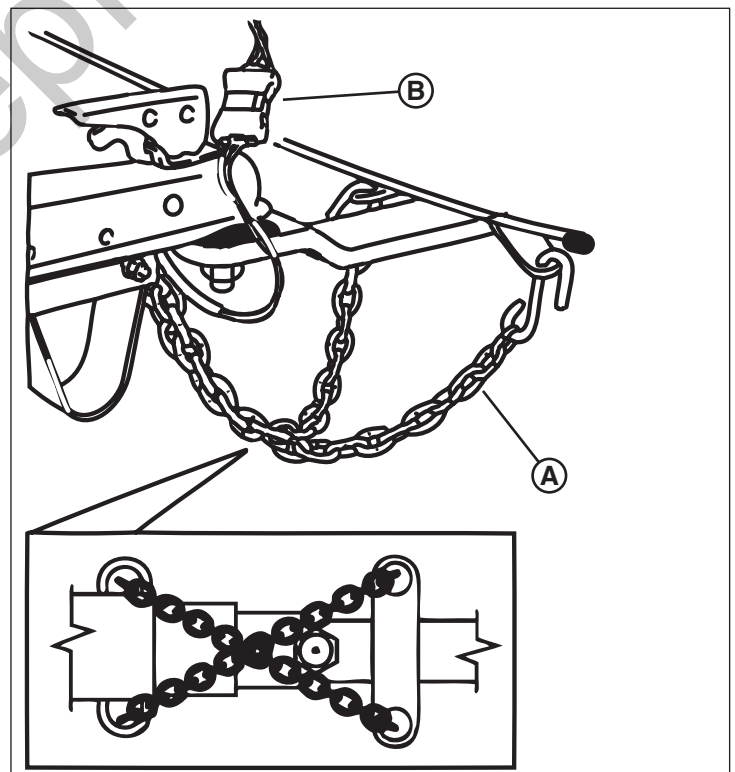

Figure 11
- Fixer les chaînes de sécurité (A, Figure 11) au cadre de l'attelage du véhicule de remorquage. Croiser les chaînes sous la flèche comme illustré sur la Figure 11. Laisser assez de mou dans les chaînes pour permettre les virages, mais pas trop pour éviter que les chaînes entrent en contact avec la surface de la route.
- Connecter le connecteur d'éclairage de la remorque à celui du véhicule de remorquage (B, Figure 11). S'assurer que le faisceau d'éclairage de la remorque a suffisamment de longueur pour empêcher la déconnexion dans un virage, mais pas trop afin que le faisceau ne touche pas la route. Vérifier le bon fonctionnement des feux de freinage, feux de direction, feux latéraux et éclairage de la plaque d'immatriculation.